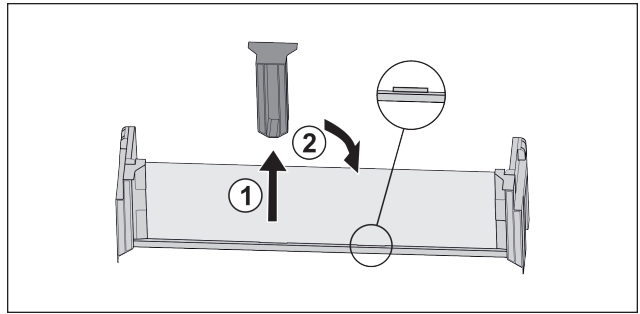

Fig. 20
- ▶ Mittleres Halteteil abziehen Fig. 20 (1).
- ▶ Mittleres Halteteil auf zweiter Position einsetzen Fig. 20 (2).